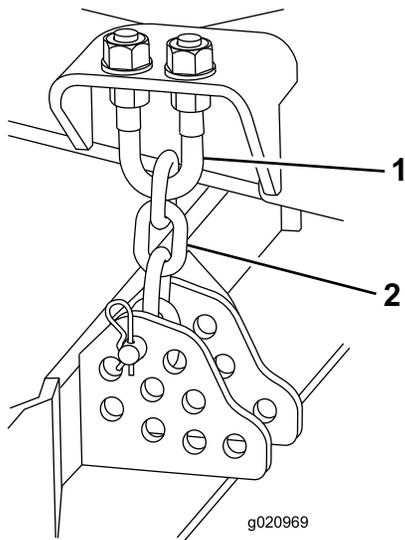

Figura 122
4. Retire el pasador de horquilla y el pasador que fijan las cadenas de ajuste de la altura de corte a la parte trasera de la unidad de corte (Figura 122).